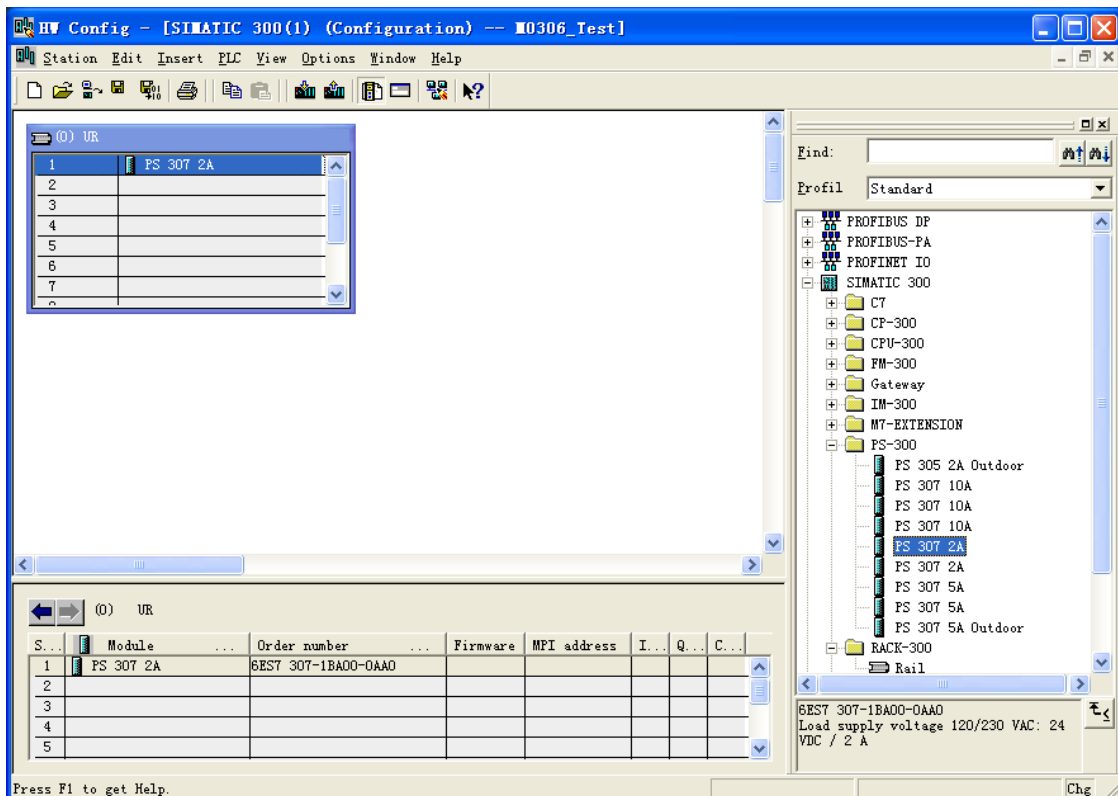

图 4.33 添加电源
如果是非西门子的电源，则不用添加。本文以 PS 307 2A 为例，在右侧树形列表中选中“SIMATIC 300→PS-300→PS 307 2A”，直接拖拽到“(0) UR”的第 1 栏中，如下图 4.33 所示：